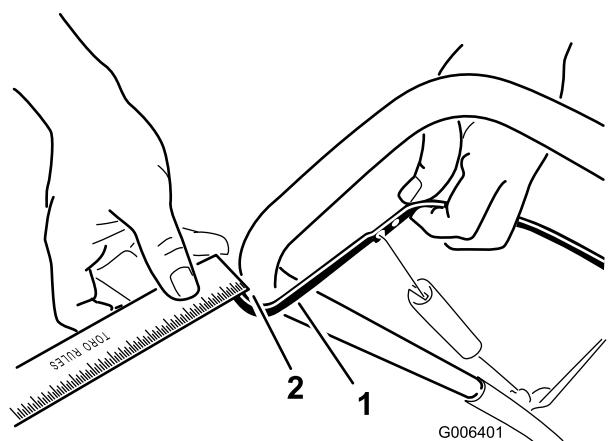

Рисунок 21
Переместите планку управления назад к рукоятке для устранения провисания тросика управления (Рисунок 21).
Примечание: Обеспечьте зазор от 2 мм до 3 мм между планкой управления и рукояткой (Рисунок 21).
- Передвиньте Z-образный фитинг к верхнему или нижнему отверстию в регулировочном звене для того, чтобы обеспечить зазор между планкой управления и рукояткой, находящийся в пределах от 2 мм до 3 мм (Рисунок 21).